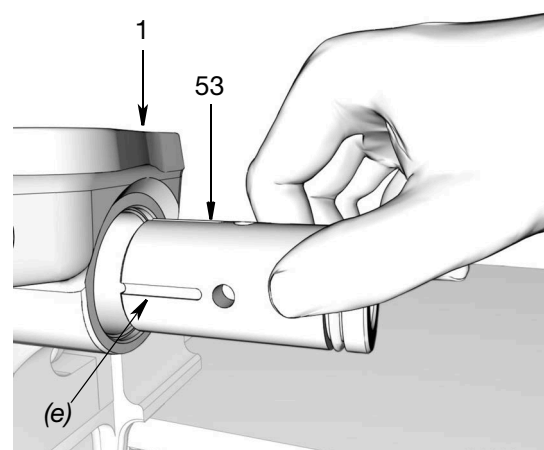

FIG. 41
- c. Mettre le manchon de l'élément de pompe (53) dans la base de la pompe (1). Pour déterminer la bonne orientation d'installation, se reporter à la FIG. 41.